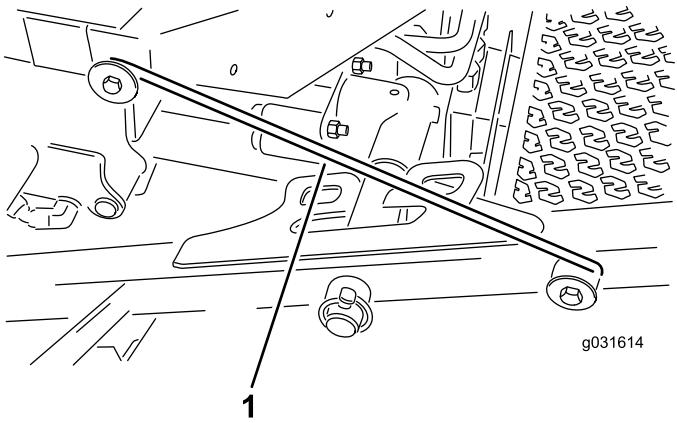

図 31
4. 前側キャリアフレームリテーナからラッチのロッドを外す図 31。
4. 前カッティングユニットの外側を持ち上げ、運転台前部のフレームについているピンにラッチを掛ける図 31。
5. 前カッティングユニットの外側を持ち上げ、運転台前部のフレームについているピンにラッチを掛ける図 31。